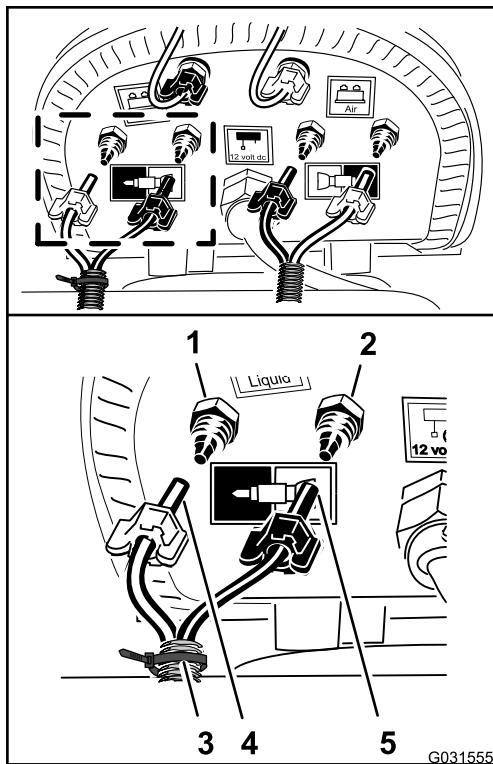

**Bild 212**
2. Verlegen Sie die Schläuche nach vorne entlang der Innenseite des Kompressors für den Behälter (Bild 212).
1. Verlegen Sie die Schläuche für die Schaumdüsen am linken und rechten Auslegerabschnitt nach hinten durch die R-Klemme in der Nähe des Drehpunkts für den Auslegerabschnitt (Bild 212).